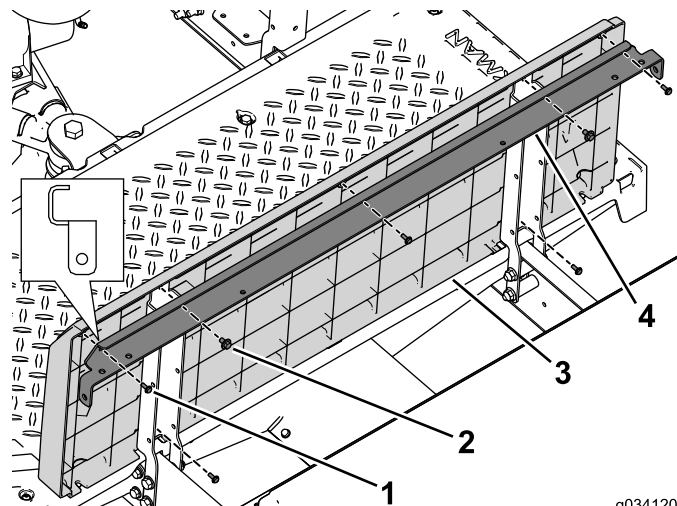

図 40
4. アングルのサポートブラケットと座席ベースパネルを左右の座席サポートに固定するボルトワッシャアセンブリ1/4 x 1/2 インチ2個を使う 図 40。
5. 後パネルを座席ブレースと座席サポートに固定するねじ#10 x 1/2 インチ5本を使う 図 40。